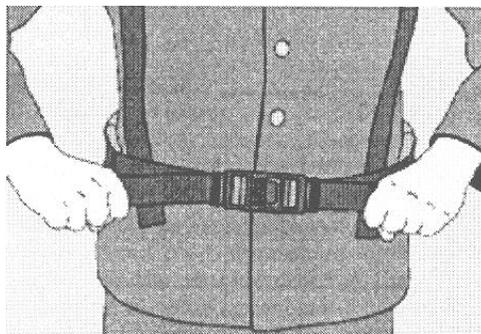

Figura 18
- Pegar as pontas do cinto com ambas as mãos e puxar até ficar firme (Figura 18). Empurrar o suporte do cinto para a direita e para a esquerda, fixando ambas as extremidades.